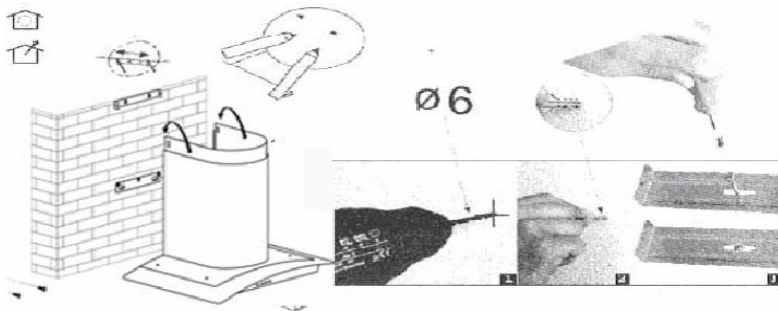

Fig. 9
7. Op de gemarkeerde plaatsen in de wand gaten boren, m.b.v. een 6 mm boor (zie fig. 9).